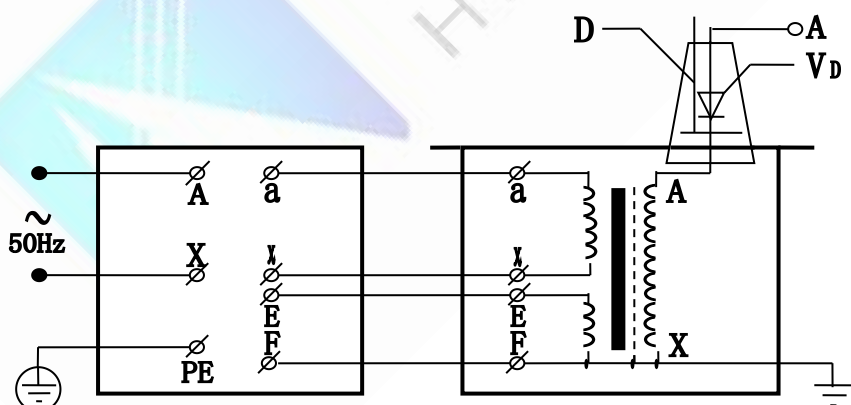

图 4：单台 YDCZ 交直流工频耐压试验装置原理图
2、单台 YDCZ 工频耐压试验装置的工作原理图见图 4，图中高压套管中装有高压硅堆，串接在高压回路中作半波整流，以获得直流高电压。当用一短路杆将高压硅堆短接时，可获得工频高电压，作为交流输出状态；取消短路杆时，作为直流输出状态。